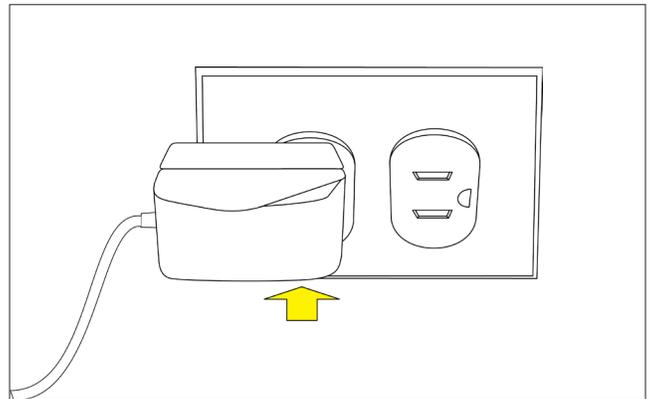

Figura 6. Conecte o adaptador CA a uma tomada.
- (d) Conecte o adaptador CA a uma tomada. Ver Figura 6.